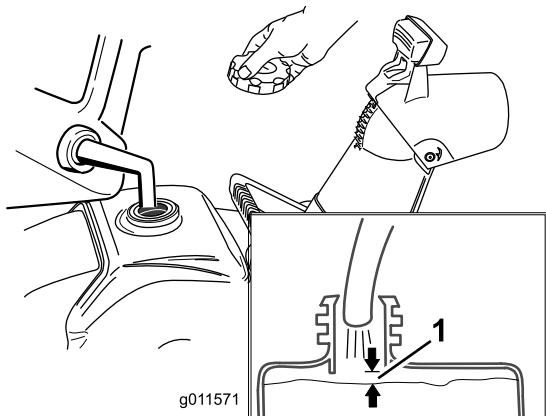

Figure 12
1. Ne remplissez pas le réservoir de carburant excessivement (voir Figure 12) et vissez solidement le bouchon du réservoir.